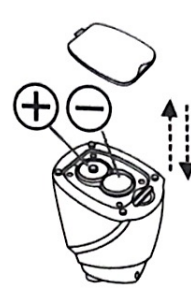

图3
2. 电池安装时必须对准正负极，以免因极性错误而造成虚拟墙损坏！(见图2、图3)